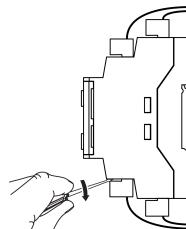

Рисунок 4 –
1. Снять ответные части съемных клеммников (см. рисунок 4).